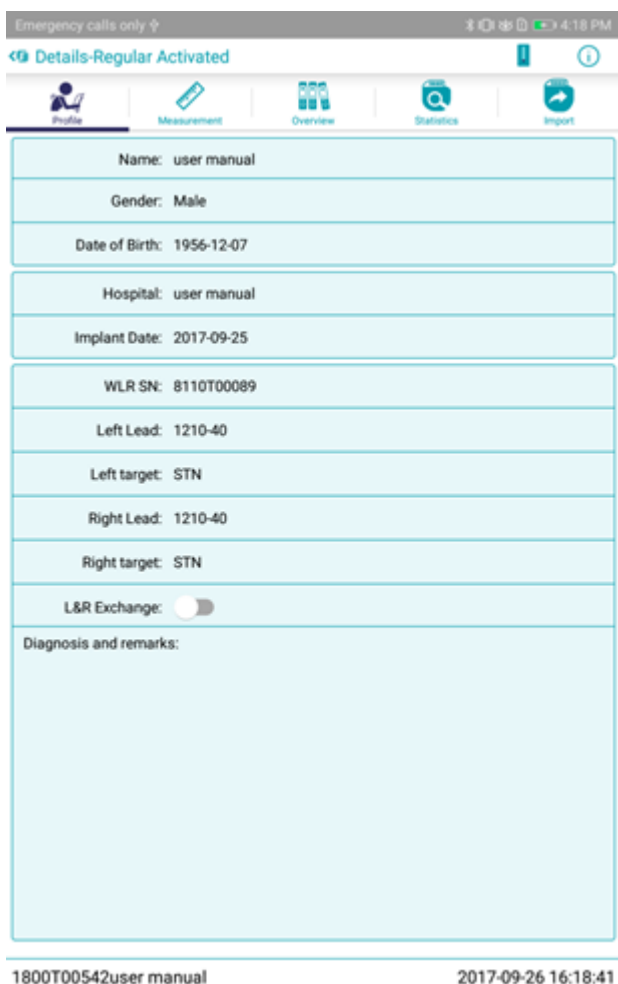

FIGURA 59: Detalles de la interfaz de registros de programación. \*
6. El sistema cambiará a la interfaz de Detalles (Figura 59).